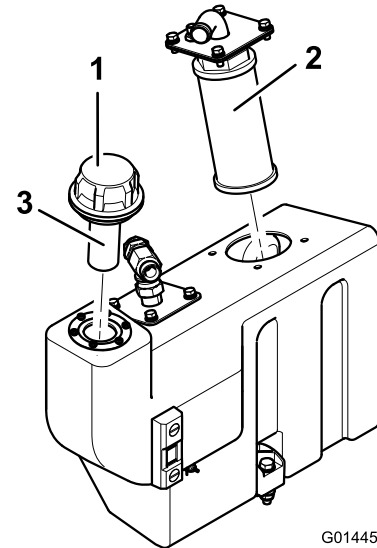

Figura 75
1. Retire la brida de aspiración del depósito de aceite para tener acceso al filtro de aspiración (Figura 75).
2. Desenrosque y retire el filtro de malla y límpielo con queroseno o gasolina antes de instalarlo (Figura 75).